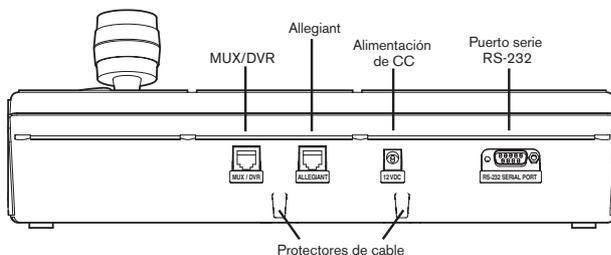

FIGURA 2-2 Conexiones del panel trasero del IntuiKey
1. Consulte los detalles de las conexiones de entrada/salida suministradas por el teclado IntuiKey en la FIGURA 2-2. Hay cuatro conectores en el panel trasero del IntuiKey: (2) conectores RJ-11, (1) conector hembra sub D de 9 patillas y un conector de CC. Los conectores RJ-11 llevan las etiquetas Allegiant y MUX/DVR, mientras que el conector sub D de 9 patillas lleva la etiqueta "RS-232 Serial Port".